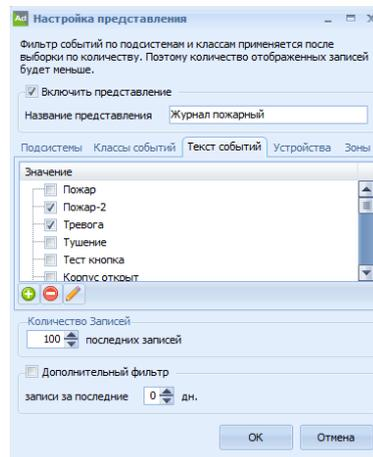

Рисунок 17.15 – Окно «Настройка представления», закладка Текст событий
- 4) Для применения сделанных настроек нажать кнопку  «Сохранить представления, не сохраняя проект» панели инструментов и перезапустить приложение «ОЗ». Созданный журнал будет отображаться в приложении «ОЗ» (рисунок 17.15).